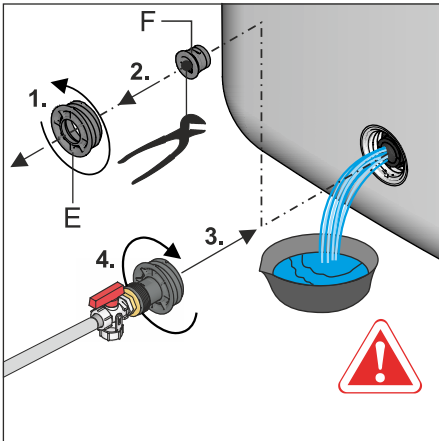

Bild 19-4 KFE-Befüllanschluss in Füll- und Entleeranschluss einschrauben
- 3 Am Füll- und Entleeranschluss das Gewindestück (Bild 19-4, Pos. E) herausdrehen, sowie den Verschlussstopfen (Bild 19-4, Pos. F) entfernen **und sofort** den vormontierten Gewindeinsatz mit **KFE-Befüllanschluss** in den Füll- und Entleeranschluss (Bild 19-4) wieder **einschrauben**.